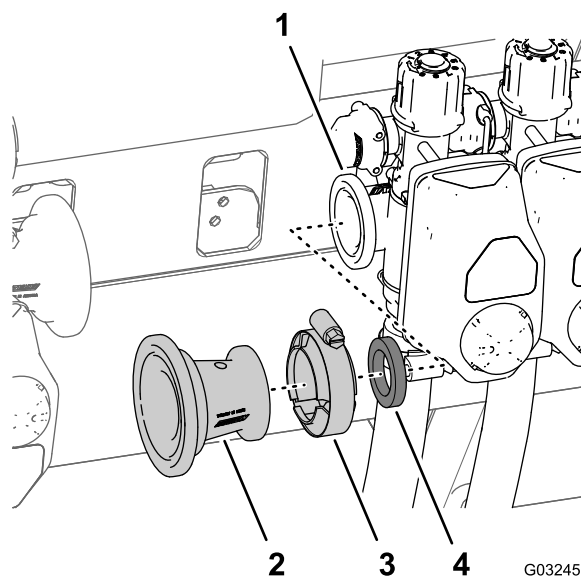

図 35
- C. 縮径アダプタとガasket 2 1/4" を左ブームバルブのフランジに固定しているフランジクランプ 76 mm を外して、アダプタとクランプとガasket を機体から外す 図 35。